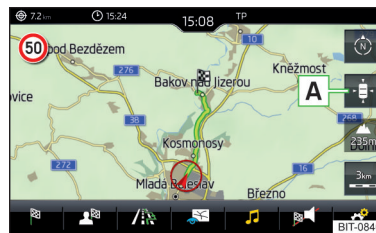

Abb. 224
► Zur **Kartenzentrierung** die Funktionsfläche   » Abb. 224 antippen.